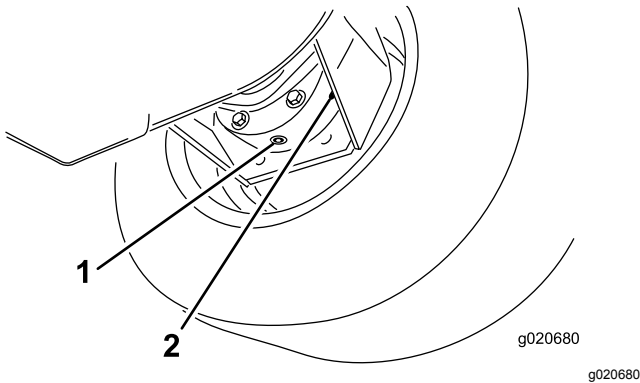

Figura 70
3. Coloque un recipiente debajo del alojamiento del freno, retire el tapón y deje que se drene el aceite (Figura 70).